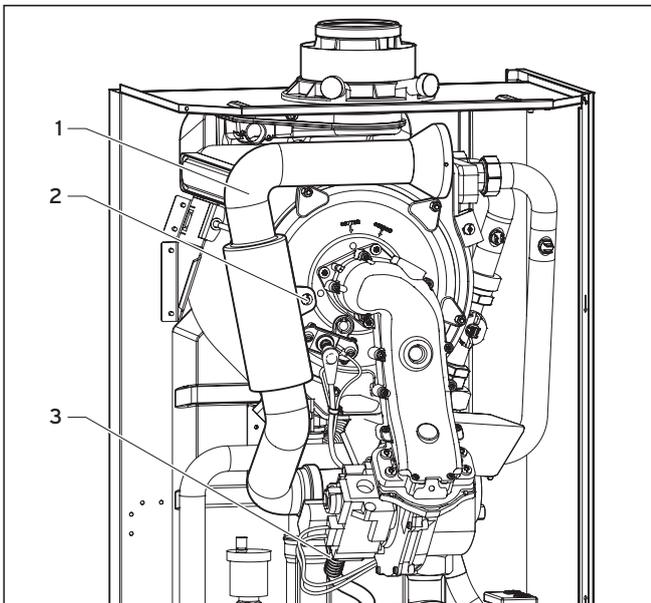

Fig. 10.1 Smontaggio tubo di aspirazione dell'aria
**Aprire l'alimentazione del gas e controllare l'apparecchio con uno spray cercafughe. In particolare controllare il raccordo (1).**
- Inserire il tubo di aspirazione dell'aria nel bocchettone di aspirazione e fissare il tubo con la vite di tenuta (2, fig. 10.1).